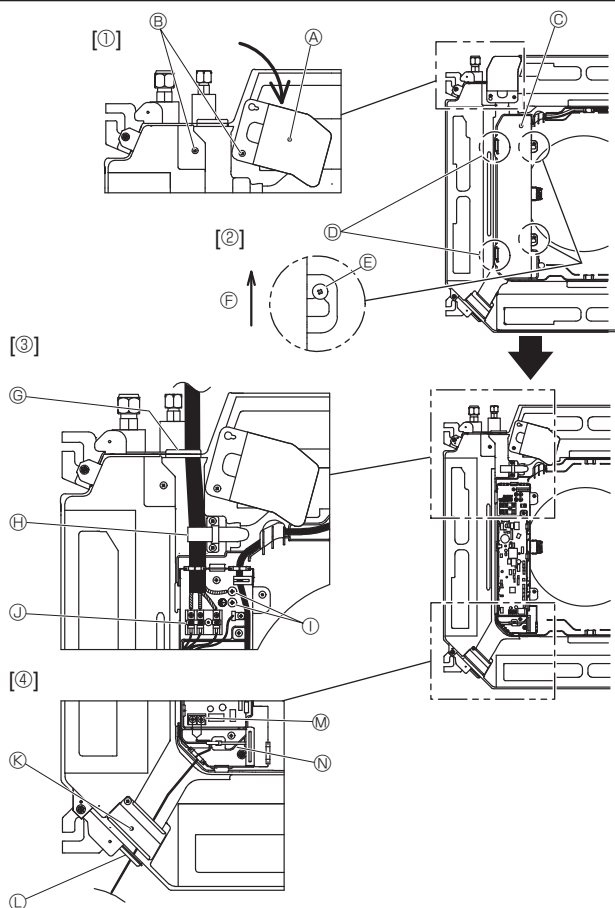
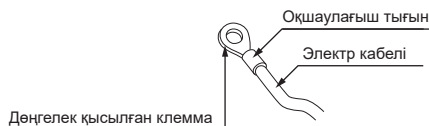
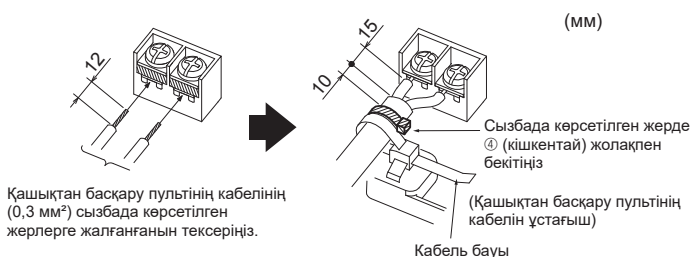

Fig. 6-1
Fig. 6-2
Fig. 6-3
6.1. Ішкі блок (Fig. 6-1)
1. Электр сымдарының қызмет көрсету тақтасын бекітетін екі бұранданы босатыңыз, содан кейін электр сымдарының қызмет көрсету тақтасын бұрыңыз. [Fig. 6-1 ①]
2. Электр қорабының қақпағын бекітетін екі бұранданы босатыңыз, содан кейін электр қорабының қақпағын сырғытыңыз. [Fig. 6-1 ②]
3. Қуат кабелін, ішкі/сыртқы блокты жалғаушы кабельді және жерлендіргіш сымын сызбада келтірілген электр өткізгіштері арқылы өткізіңіз. [Fig. 6-1 ③] Қуат кабелінің қабығын және ішкі/сыртқы жалғау кабелін электр қорабына салыңыз.
Ішкі-сыртқы байланыс клеммасы мен қосымша қуат көзінің клемма жиынтығы үшін дөңгелек қысылған клеммаларды пайдаланыңыз. [Fig. 6-2] Егер сіз дөңгелек қысылған клеммаларды пайдалана алмасаңыз, Fig. 6-3 – 6-6 қараңыз.
4. Қашықтан басқару пультінің кабелін сызбада келтірілген сымдар жазбалары арқылы өткізіңіз. [Fig. 6-1 ④, Fig. 6-3] Қосылу туралы ақпарат алу үшін 6.1.1. және 6.1.2. бөлімдерін қараңыз.